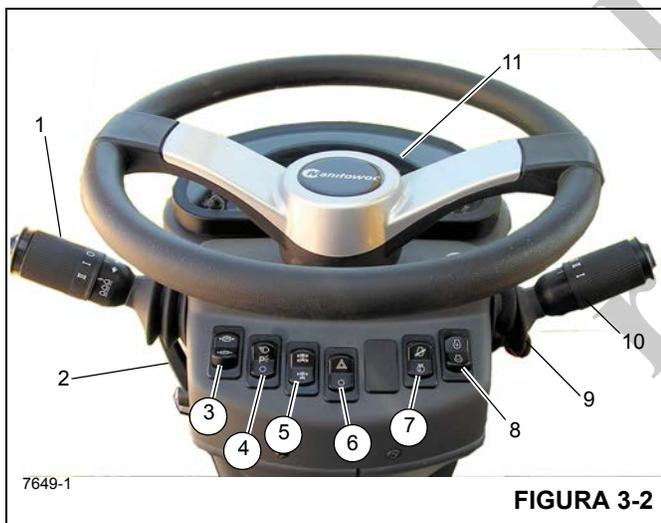

FIGURA 3-2
Todos os controles e indicadores para operar e monitorar as funções do guindaste encontram-se na cabine do guindaste Figura 3-2, incluindo o seguinte:
O conjunto da coluna de direção na Figura 3-2 é uma coluna de direção de pedestal inclinável e telescópica. Ela pode ser inclinada 30° para frente ou erguida verticalmente cerca de 2.5 pol. Inclui também a chave de ignição e o mostrador de indicadores do barramento CAN (11) (Figura 3-2).
Números dos itens da Figura 3-2
A alavanca da sinaleira direcional e controles do limpador/lavador do para-brisa (1) (Figura 3-2) localizam-se no lado esquerdo da coluna de direção. Empurrar a alavanca da sinaleira direcional para baixo faz com a sinaleira esquerda dianteira e a esquerda traseira pisquem. Empurrar a alavanca da sinaleira direcional para cima faz com a sinaleira direcional traseira direita e a dianteira direita pisquem.
A coluna de controle de direção pode ser girada aproximadamente 30° para frente e erguida cerca de 2.5 polegadas. Mova a alavanca de controle (2) (Figura 3-2) para baixo para travar a coluna de direção no lugar; girar a alavanca para cima libera a coluna de direção para os ajustes necessários.
A chave de controle do freio de estacionamento (3) (Figura 3-2) localiza-se na frente da coluna de direção. Esta chave de duas posições (Liga/Desliga) é usada para acionar e liberar o freio de estacionamento no conjunto motor-transmissão. A luz indicadora do freio de estacionamento na coluna de direção acende quando a chave de pressão no sistema de liberação do freio for ativada e o freio for aplicado.
A chave dos faróis (4) (Figura 3-2) localiza-se na frente da coluna de direção. Este chave de três posições (Desliga/Estacionamento/Farol) controla a operação das luzes dos instrumentos, dos LEDs das chaves e das luzes do marcador na dianteira, traseira e na lateral do guindaste. Quando a chave estiver na posição Ligada, as luzes da coluna da direção e da chave acendem.
A chave seletora do eixo de tração (5) (Figura 3-2) localiza-se na frente da coluna de direção. Esta chave de duas posições é marcada com 2WD HI (faixa alta) e 4WD LO (faixa baixa). A chave controla uma válvula solenoide (energizada pela tração alta em 2 rodas) que opera a faixa de velocidade e os cilindros de desconexão do eixo da transmissão. Quando a chave é colocada na posição 4WD LO (Tração nas quatro rodas, faixa baixa), a luz indicadora do eixo de tração na coluna de direção acende.
A chave seletora das luzes de perigo (6) (Figura 3-2) localiza-se na frente da coluna de direção. A chave tem duas posições (ON/OFF) que fazem com que as quatro luzes da sinaleira direcional pisquem ao mesmo tempo quando a chave é posicionado em ON. Quando a chave estiver na posição Ligada, as luzes indicadoras da sinaleira direcional na coluna de direção piscam.
A chave de diagnóstico/controle da rotação do motor (7) (Figura 3-2) é uma chave de duas posições fixas liga/desliga usada para acessar os códigos de falha do motor ou para ativar o controle de baixa rotação do motor e as funções de rotação do motor.
Função de diagnóstico — Com a chave de ignição na posição RUN (Funcionar) e o motor desligado, pressione a parte superior da chave de diagnóstico/controle da rotação do motor para visualizar os códigos de falha do motor no mostrador da coluna de direção. Se houver mais de um código de falha do motor ativo, use a chave de incremento/decremento (8) (Figura 3-2) para avançar e retroceder os códigos de falha. Se não houver códigos de falha do motor, o mostrador da coluna de direção indicará zeros.
Função da baixa rotação do motor — Com o motor funcionando e a parte superior da chave de diagnóstico/controle de rotação do motor pressionada, a baixa rotação do motor é ajustada por meio da chave de incremento/decremento (8) (Figura 3-2).
Função da rotação do motor — Com o motor funcionando e a parte inferior da chave de diagnóstico/controle de rotação do motor pressionada, a rotação do motor é ajustada por meio da chave de incremento/decremento (8) (Figura 3-2).
A chave de incremento/decremento (8) (Figura 3-2) é uma chave temporária de três posições em que a posição central fixa é a posição desligada. Use esta chave para avançar e retroceder os códigos de falha ativos ou ajustar a rotação do motor.
Função de diagnóstico — Com a chave de ignição na posição RUN (Funcionar), o motor desligado e a parte superior da chave de diagnóstico/controle da rotação do motor (7) (Figura 3-2) pressionada, pressione a parte superior ou inferior da chave de incremento/decremento para avançar ou retroceder os códigos de falha ativos indicados no mostrador da coluna de direção. Se não houver códigos de falha do motor, o mostrador da coluna de direção indicará zeros.
Função de rotação baixa do motor — Com o motor funcionando e a parte superior da chave de diagnóstico/controle da rotação do motor (7) (Figura 3-2) pressionada, pressione a parte superior ou inferior da chave de incremento/decremento para aumentar ou diminuir a baixa rotação do motor.
Função da rotação do motor — Com o motor funcionando e a parte inferior da chave de diagnóstico/controle de rotação do motor (7) (Figura 3-2) pressionada, a rotação do motor é ajustada por meio da chave de incremento/decremento. Pressione rapidamente a parte superior da chave uma vez para ir para rotação máxima; pressione rapidamente a parte inferior do chave para retornar à baixa rotação. Se a rotação do motor estiver abaixo do ajuste máximo da rotação, manter pressionada a parte superior da chave aumenta lentamente a rotação do motor; libere a chave depois de atingir a rotação desejada. Se a rotação do motor estiver acima do ajuste mínimo da rotação, manter pressionada a parte inferior da chave diminui lentamente a rotação do motor; libere a chave depois de atingir a rotação desejada.
A alavanca de câmbio (10) (Figura 3-2) localiza-se no lado direito da coluna de direção. A alavanca de controle aciona a válvula seletora da transmissão eletricamente. Posicionar a alavanca para cima aciona o avanço e posicionar a alavanca para baixo aciona a ré. Quando a alavanca está em neutro, ela permanece em um recorte. Para movimentar a alavanca para cima ou para baixo, puxe primeiro a alavanca para trás. Para mudar a transmissão para primeira, segunda ou terceira marcha, gire o botão para 1, 2 ou 3.